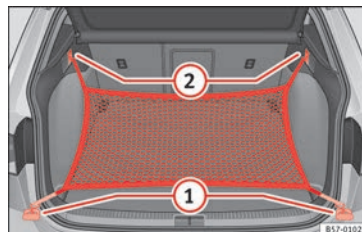

Fig. 159 En el maletero: argollas ① y ganchos ② para enganchar la bolsa de red.
- Fije los ganchos cortos de la red en las argollas de amarre » » » **fig. 159 ①** » » » **⚠**. La cremallera de la bolsa tiene que quedar hacia arriba.
- Fije las cintas en los ganchos para colgar bolsas **②**.